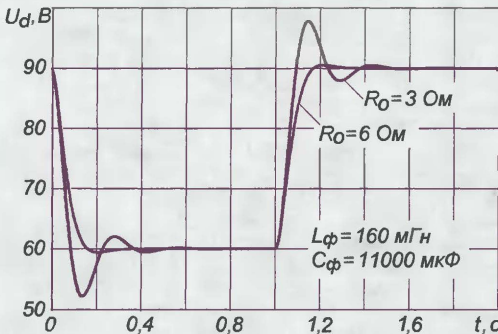

Рис. 13
В зависимости от ее величины фильтр может иметь различный вид переходного процесса установления выходного напряжения U_d при изменении тока нагрузки или напряжения в сети (рис. 13). При $Q > 0,707$ переходный процесс имеет вид затухающих колебаний (рис. 13 при $R_0 = 3$ Ом), а на интервале $0,5 < Q < 0,707$ он сопровождается небольшим выбросом на кривой напряжения U_d (рис. 13 при $R_0 = 6$ Ом), исчезающим при $Q < 0,5$. При работе блока питания на динамическую нагрузку, которой является УМЗЧ, колебательный переходный процесс нежелателен, поэтому необходимо, чтобы выполнялось условие $Q < 0,707$, т. е. при заданных значениях L_Φ , C_Φ сопротивление R_0 должно быть больше некоторой определенной величины, которую можно найти из (20).